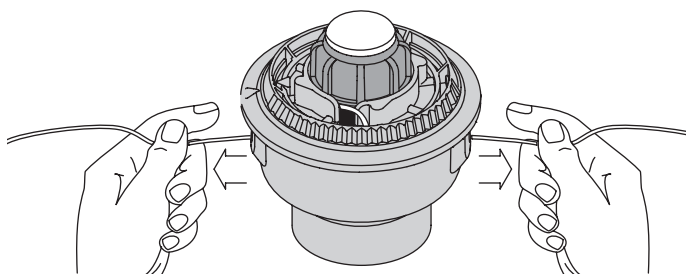

Fig. 17
9. Si le rembobinage du fil devient difficile ou si le fil se coince, tirez-en les extrémités de la bobine. Continuez de rembobiner le moulinet intérieur vers la gauche (Fig. 17).
4. Maintenez le moulinet intérieur et installez le bouton de butée, le ressort, et le joint en mousse en poussant le bouton de butée vers le bas et en le tournant à droite. Saisissez les extrémités et tirez fermement pour dégager le fil des fentes de retenue du moulinet intérieur (Fig. 17).